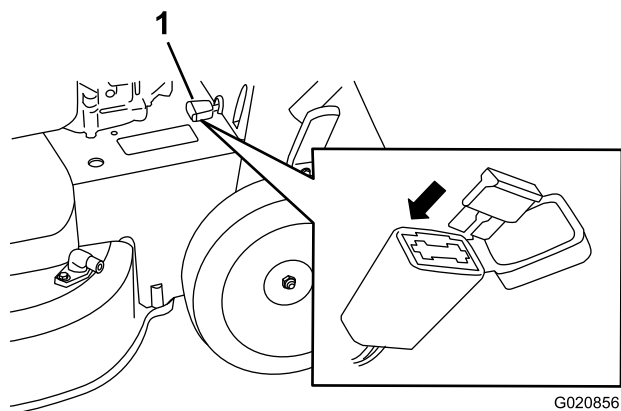

Рисунок 36
1. Откройте герметичный держатель предохранителя и замените предохранитель (Рисунок 36).
7. Снимите задний отражатель и рычаг фиксации рукоятки в сборе (рис. 36).